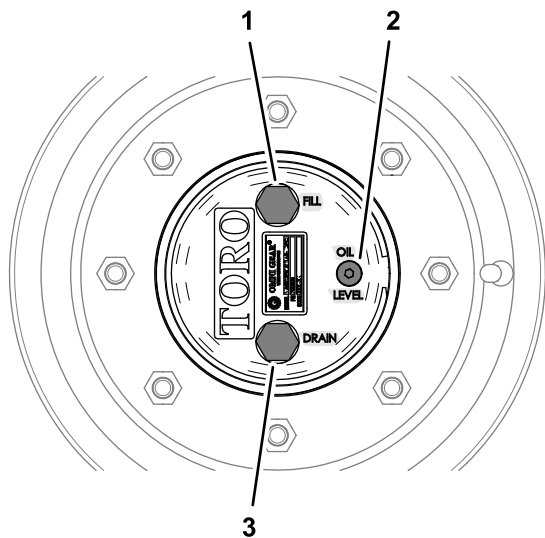

Figure 93
1. Amenez la machine sur une surface plane et horizontale, tournez une roue de sorte que le bouchon de remplissage soit en haut, à la position 12 heures, et le bouchon de vidange soit en bas, à la position 6 heures (Figure 93).
1. Amenez la machine sur une surface plane et horizontale, tournez une roue de sorte que le bouchon de remplissage soit en haut, à la position 12 heures, et le bouchon de vidange soit en bas, à la position 6 heures; voir Figure 93 sous Contrôle du niveau de lubrifiant du train planétaire \(page 71\).